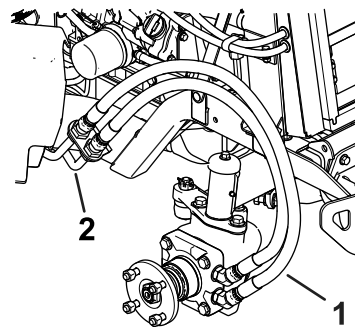

Рисунок 9
1. Отсоедините имеющиеся гидравлические шланги от гидравлических трубок напротив колеса и сразу установите колпачки на гидравлические трубки (**Рисунок 9** и **Рисунок 10**).